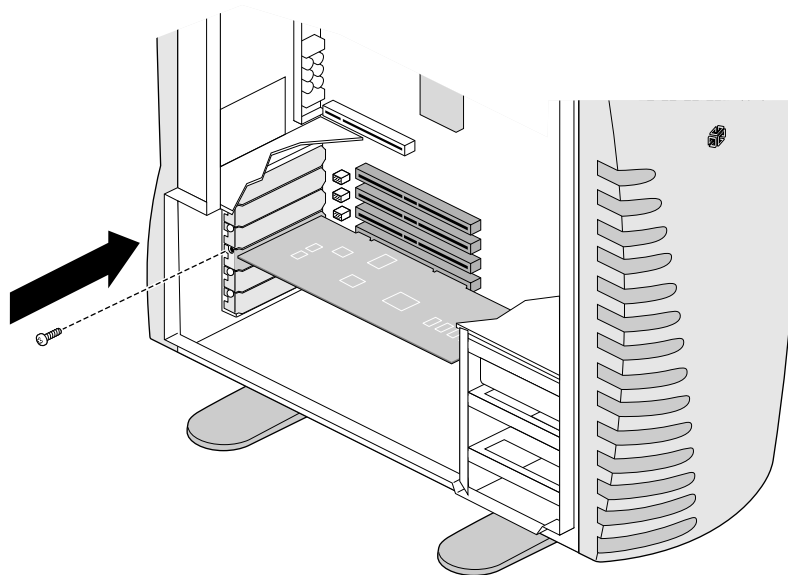

図 5-4 PCI カードへのネジの取り付け
13. I/O ブランクパネルから取り外したネジを取り付けて締め、PCI カードを本体に固定します (図 5-4)。